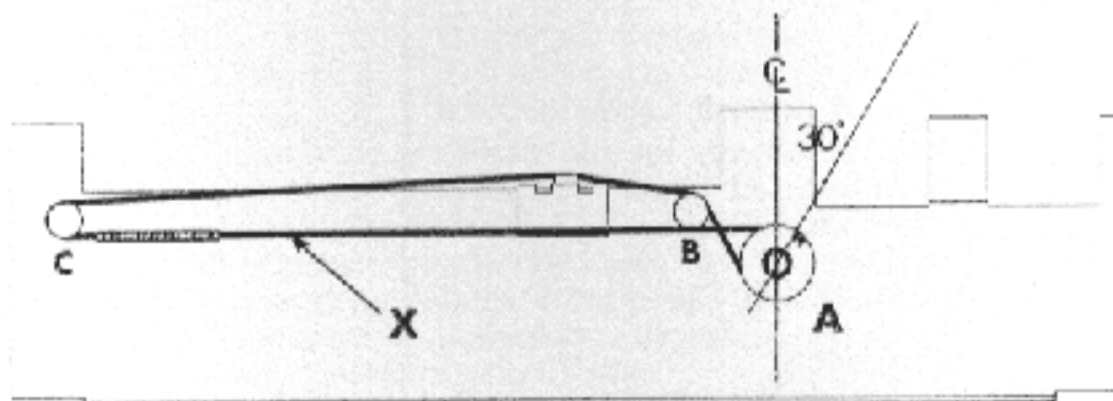

FIG 1
2. Set drive pulley 'A' on spindle with notches at 30° to centre line as shown in figure 1.
5. Set position of spring, as shown in Fig 1.
2. Antriebsscheibe 'A' auf Spindel setzen. Kerben müssen Winkel von 30° mit der Mittellinie bilden (siehe Abb. 1).
4. Schnur zweimal im Gegenzeigersinn um Scheibe 'A' schlingen (dabei Feder etwa in der abgebildeten Lage) und über Scheiben 'B' und 'C' führen. **Zur Beachtung:** Schnur verläuft kreuzweise; Teil 'X' muß vorn sein. (Fig 1.)
4. Enrouler le cordon deux fois autour de la poulie 'A' dans le sens anti-horaire (le ressort se trouvant approximativement dans la position illustrée) et faire passer (Fig 1.)